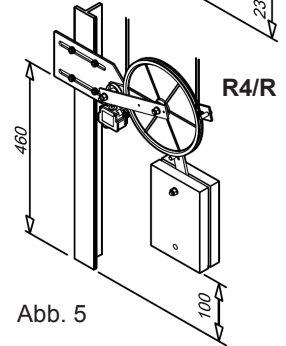

Abb. 5
- Bei den Modellen mit Befestigung Führungsschiene Führungsschiene und vertikalem Gegengewicht Sie die Anbauhalterung etwa 460 mm (Richtwert: Abb. 5) über der Schachtschle montieren.
- Bei den Modellen mit Befestigung Führungsschiene und vertikalem Gegengewicht einen Abstand von etwa 100 mm zwischen dem Gegengewicht und der Schachtschle zu halten (Abb. 5).
- Para los modelos con fijación a la guía y con contrapeso vertical subir el estribo de montaje a unos 460 mm (valor aproximado: Fig. 5) del fondo del hueco del ascensor.
- En el modelo con fijación a la guía vertical y contrapeso vertical mantener una distancia de aproximadamente 100 mm entre el contrapeso y el fondo del hueco del ascensor (Fig. 5).